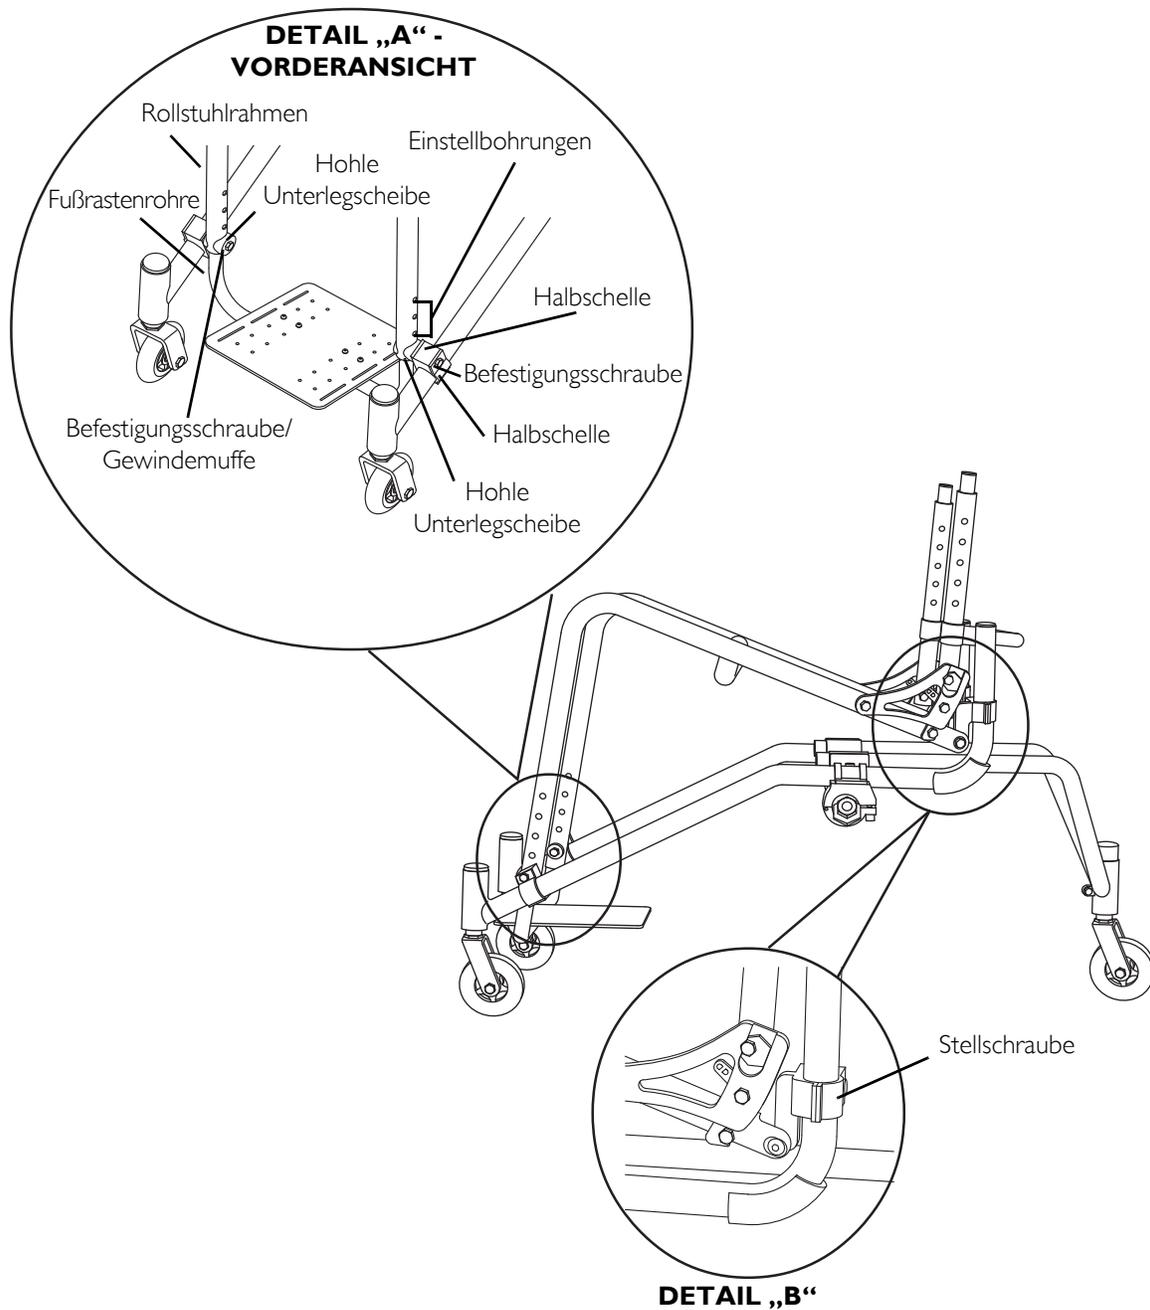

ABBILDUNG 6.3 Einstellen der Transformer-Sitzhöhe
HINWEIS: Für dieses Verfahren, siehe ABBILDUNG 6.3 auf Seite 60
1. Merken Sie sich die Reihenfolge von Befestigungsschraube, hohle Unterlegscheiben, Unterlegscheiben, Halbschellen und Befestigungsschraube/Gewindemuffe und deren Position an dem Rollstuhlrahmen und den Fußrastenrohren (Detail „A“, ABBILDUNG 6.3).